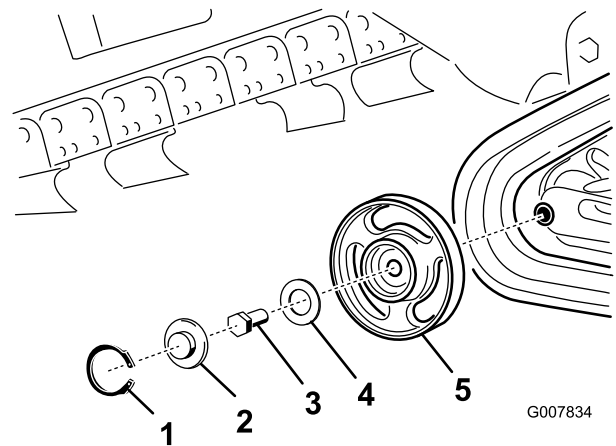

Figura 50
**Nota:** Puede ser necesario retirar la rueda de rodaje delantera exterior. Para retirar esta rueda, retire la anilla a presión y el tapón del centro de la rueda de rodaje (Figura 50). Luego, retire el perno y la junta del centro de la rueda y retire la rueda de la máquina.